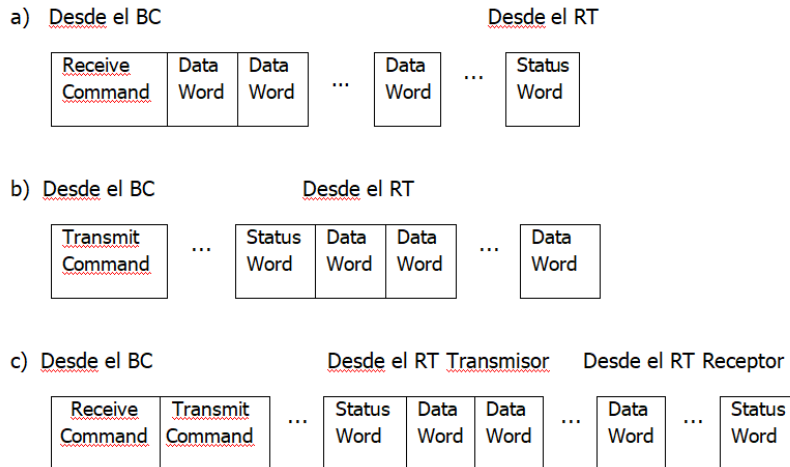

Figura 5: Flujo de words entre terminales en un bus MIL-STD 1553.
La figura 5 muestra los diferentes métodos de intercambio de Words entre terminales de un bus MIL-STD 1553.
18.- En el intercambio de información en un bus MIL STD 1553, ¿cuál de las 3 opciones mostradas en la figura 5 es la correcta?
- a) El intercambio de información se realiza entre un terminal a otro sin que intervengan otros dispositivos, por lo que ninguna de las opciones mostradas en la figura 5 es correcta.
- c) La transferencia de información es entre terminales, siendo el Bus Controller (BC) el encargado de gestionar esta transferencia. La opción correcta es la c.
- d) La transferencia de información se realiza siempre desde un Bus Controller (BC) a un terminal remoto o viceversa, por lo que las opciones correctas son la a o la b, siendo la c incorrecta.